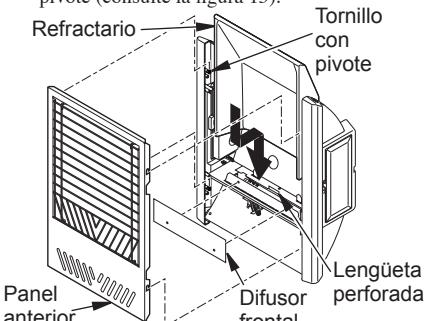

Figura 15 - Retiro del panel anterior y del refractario del calentador
1. Levante el refractario con cuidado y colóquelo en el calentador. Tenga cuidado de no dañar el refractario. Asegúrese de que el refractario descance detrás de la lengüeta perforada. (consulte la figura 15). Si el refractario está dañado, llame al número telefónico que aparece en la sección *Piezas de repuesto*, en la página 21.
2. Instale un difusor frontal como se muestra en la figura 15.
3. Instale el panel anterior del calentador encajando las ranuras de cada lado en los tornillos con pivote (consulte la figura 15).